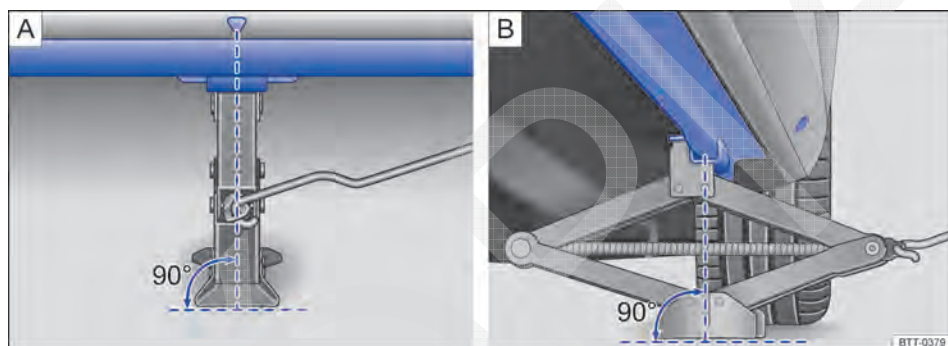

Fig. 263 Colocar o macaco sanfona atrás no lado esquerdo do veículo.
O macaco somente pode ser posicionado nos pontos de recepção indicados, nas marcação da carroceria ⇒ Fig. 263. É válido o ponto de apoio localizado próximo à roda correspondente ⇒ .
6. Procurar sob o veículo o ponto de recepção do macaco ⇒ Fig. 263 mais próximo da roda a ser trocada.
9. Garantir que a base do macaco, com toda sua superfície, esteja sobre o chão e que a base se encontre perpendicularmente abaixo do ponto de colocação ⇒ Fig. 263.
10. Alinhar o macaco e, simultaneamente, levantar a garra do macaco até ela se encaixar na travessa abaixo do veículo ⇒ Fig. 263.
- Posicionar o macaco somente nos pontos indicados. A garra do macaco deve se encaixar no perfil da longarina de forma segura ⇒ Fig. 263.